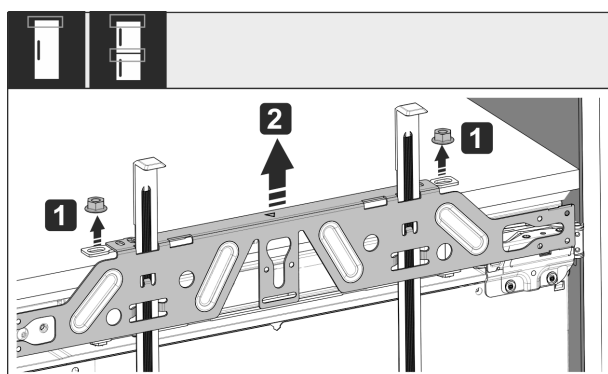

Fig. 51
- Povolte pojistné matice Fig. 51 (1).
- Sejměte upevňovací příčník Fig. 51 (2).